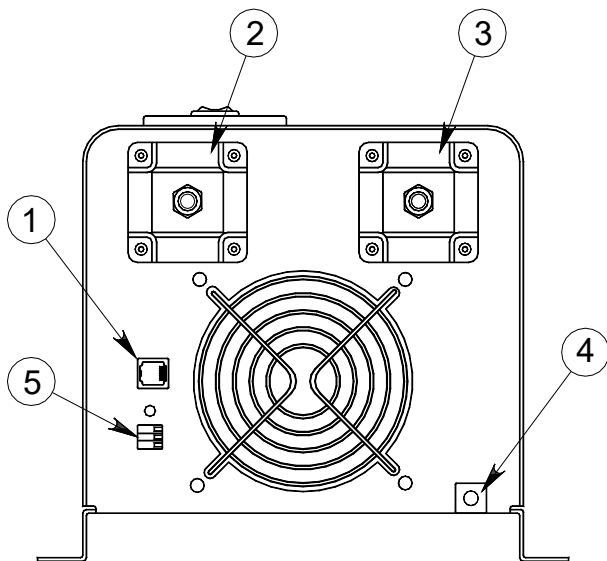

Рисунок 3 - Левая панель ИБП
На левой панели ИБП (рисунок 3) расположены:
- подключить соединительные проводники АБ к плюсовой (поз. 3, рисунок 3) и минусовой (поз. 2, рисунок 3) клеммам на левой панели ИБП;
- установить на клеммы для подключения АБ (поз. 2 и 3, рисунок 3) защитные кожухи из комплекта поставки и закрепить их с помощью винтов М4х10 DIN 7985, входящих в комплект поставки.